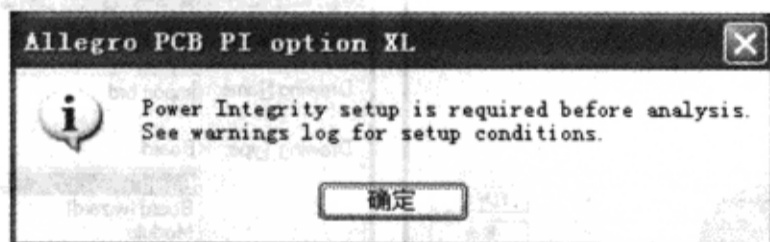

图 8-8-8 提示窗口
(1) 在“Allegro PCB PI option XL”窗口中执行菜单命令“Analyze”→“Power Integrity”，弹出“Allegro PCB PI option XL”提示窗口，如图 8-8-8 所示，因为在进行电源完整性分析前要进行一些设置。